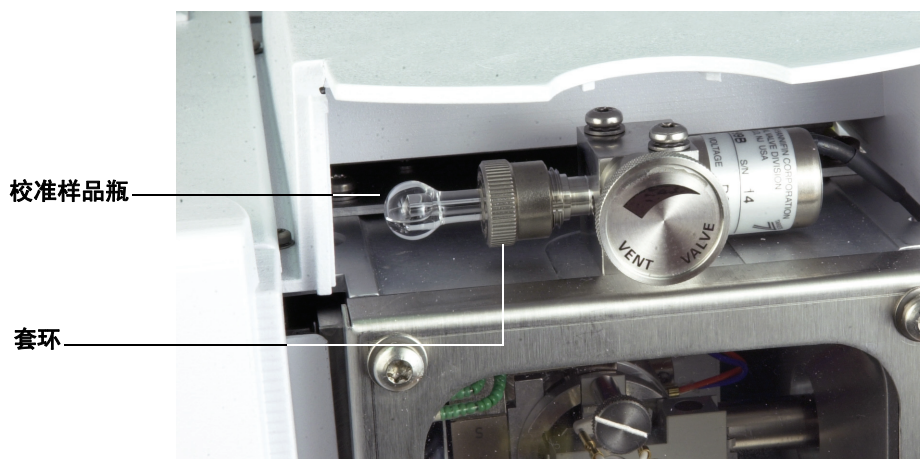

图 30 取下 EI 校准样品瓶
- 5 松开校准样品瓶套环（图 30）。不要取下套环。
- 3 松开校准样品瓶的套环并取下样品瓶（图 30）。只需使套环松动即可，无需将其取下。
- 1 取下旧的阀门装置。请参阅第 184 页和图 30。